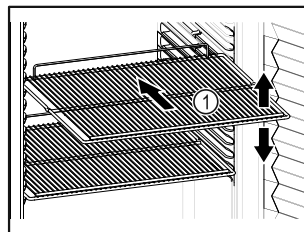

Fig. 58 Przykładowa prezentacja
- Jeśli ruszty do składowania Fig. 58 (1) są ruchome, należy je ustawić odpowiednio do wysokości.